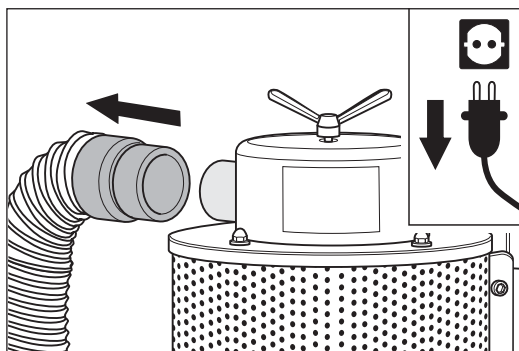

Abb. 57 Oben am Staubabscheider den Druckschlauch vom Rohrstützen abziehen.
- 4 Ziehen Sie oben am Staubabscheider den Druckschlauch vom Rohrstützen ab (Abb. 57).